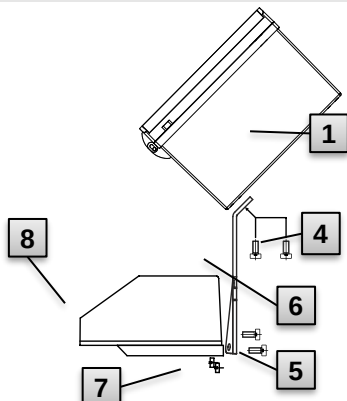

Abb. 7
1. Befestigen Sie mit Hilfe zweier Zylinderschrauben M5 x 10 mm (Abb. 7: **4**) den Anbauwinkel (Abb. 7: **6**) an den EK280 (Abb. 7: **1**).
3. Bringen Sie den Anbauwinkel mit Hilfe zweier Vierkantmutter M5 (Abb. 7: **7**) und zweier Zylinderschrauben M5 x 10 mm (Abb. 7: **5**) an der Rückseite des Zählerwerkskopfes (Abb. 7: **8**) an.